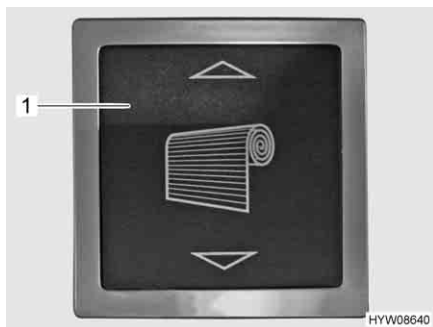
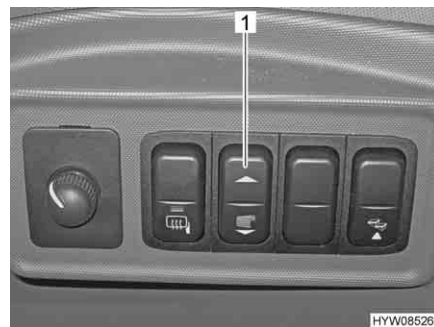
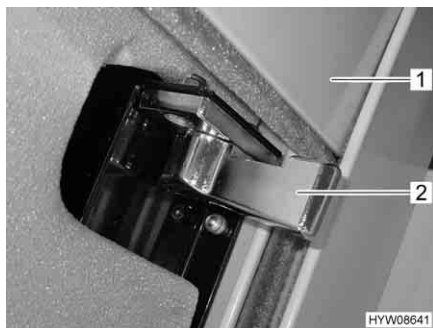

Fig. 32 Pulsante basculante per oscurante a rullo (vano abitabile)
Fig. 33 Pulsante basculante per oscurante a rullo (cruscotto)
Fig. 34 Chiusura di sicurezza oscurante a rullo
- Premere e tenere premuto il pulsante basculante (Fig. 32,1 o Fig. 33,1) finché l'oscurante a rullo (Fig. 34,1) ha raggiunto la posizione più alta.
- Sui entrambi i lati, ruotare spingendo indietro (Fig. 34) la chiusura di sicurezza (Fig. 34,2).